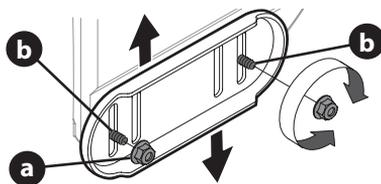

Figure 47
1. Desserrez les écrous hexagonaux (a) (deux de chaque côté) et les boulons de carrosserie (b). Placez les patins à la position désirée. Voir Figure 47.
**NOTE :** Les patins de votre souffleuse à neige peuvent être différents de ceux illustrés sur la Figure 47.